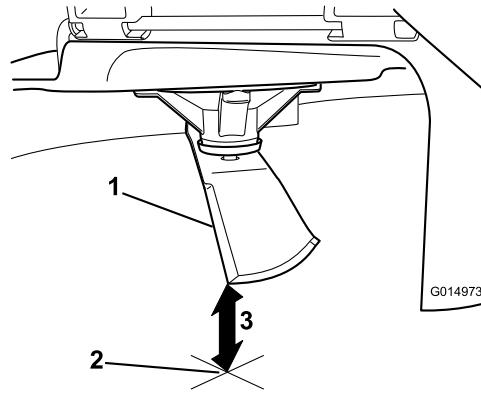

**Figure 76**
3. Distance mesurée entre la lame et la surface (A)
4. Tournez la même lame de 180 degrés pour amener l'autre tranchant à la même position (Figure 76).